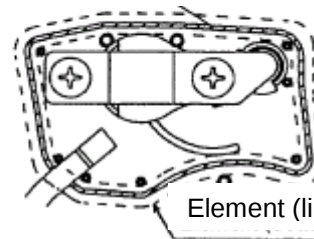

Fig.1
- Scoate elementul de filtrare, spala-l cu detergent neutru diluat cu apa calduta, apoi lasa-l sa se usuce. Pune elementul la loc in pozitia indicata de linia punctata din fig. 1.